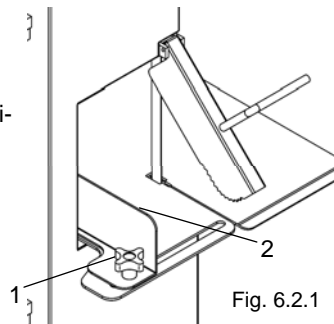

Fig. 6.2.1
6.2 - Voreinstellungen (Abb.6.2.1)